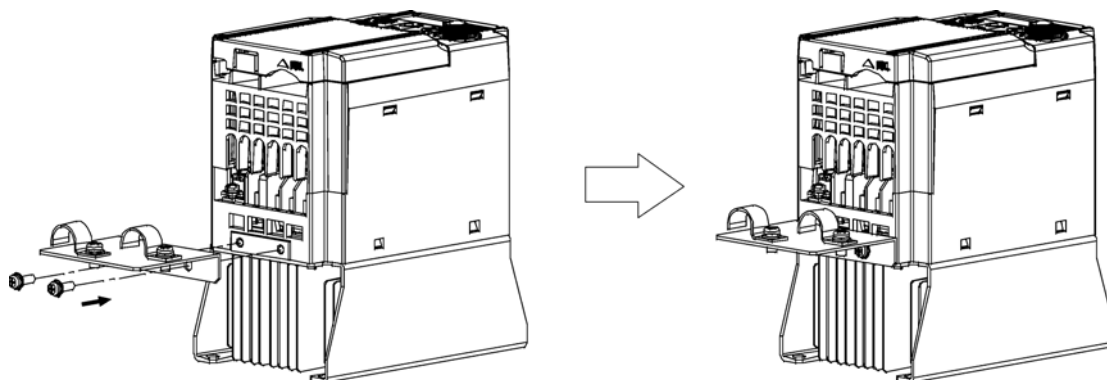

Figure 11-3-1 Fixation de la bride de mise à la terre CEM
- 1) Montez la bride de mise à la terre CEM (qui fait partie de la livraison du variateur de vitesse) sur le variateur de vitesse, au moyen de vis, pour assurer la mise à la terre des blindages. (voir figure 11-3-1)